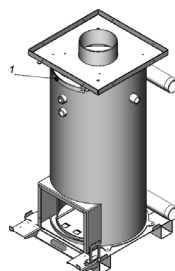

Рисунок 18
- для котла АОГВМ-К-10 кВт открутить монтажные винты М4х10 на передней панели теплообменника и установить дополнительную планку №1, закрепить винтами М4х10 (рисунок 18).